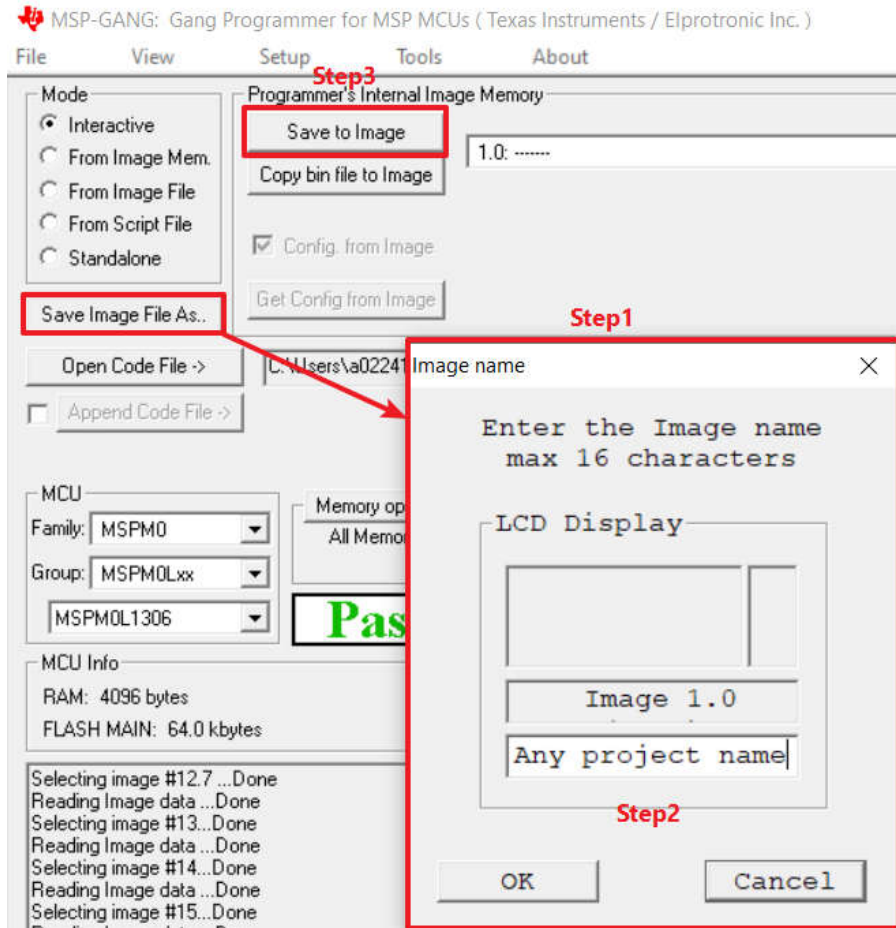

图 8-21. 生成并保存映像
4. 将代码文件和设置保存到 MSP-GANG。为此映像指定一个工程名称。然后点击 **Save to Image**, 如图 8-21 所示。